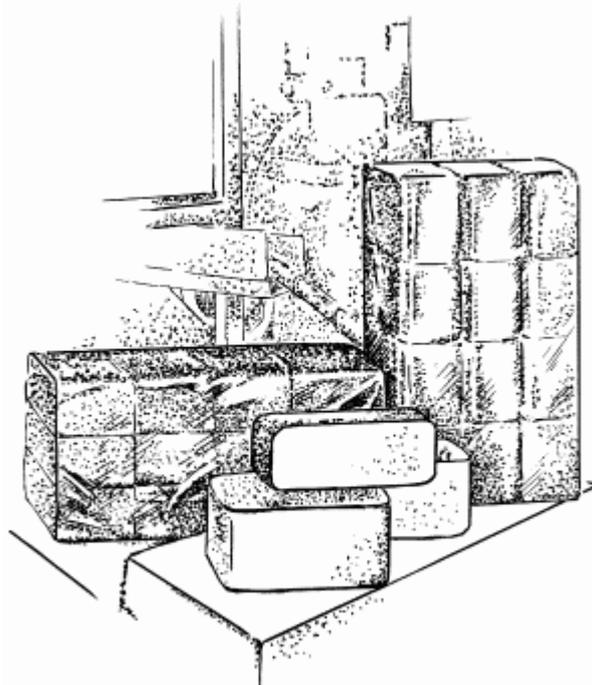

Рис. 56. Брикеты.
– брикеты (рис. 56) можно использовать как удобрение и топливо.